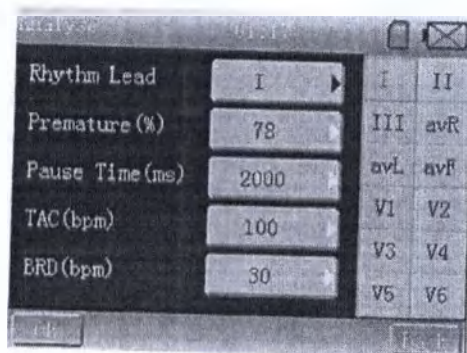

Рис. 13-6-2
(1) Отведение ритма: нажмите кнопку, чтобы вызвать интерфейс, как показано на рис. 13-6-2.